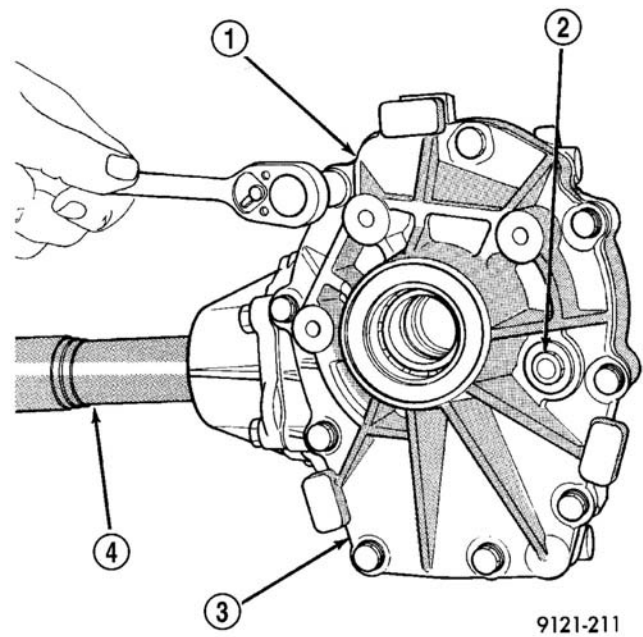

图 25 端盖螺栓
- (1) 从车上折下动力分配装置。
- (2) 拆下端盖螺栓 (图 25)